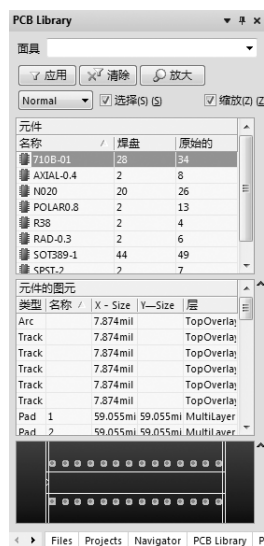

图 11-22 “PCB Library”面板
- “PCB Library”（PCB 元件库）面板如图 11-22 所示，分为“面具”、“元件”、“元件的图元”和“缩略图显示框”4 个区域。